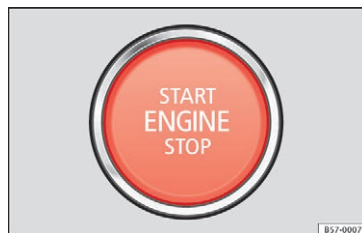

Fig. 164 I nederste del af midterkonsollen: startknap
3.	Tryk på startknappen » Fig. 164 uden at give gas. For at motoren kan starte, skal der være en gyldig nøgle i bilen. Efter start af motoren skifter lyset i knappen (START ENGINE STOP) til permanent tilstand og vises på den måde, at motoren er startet.
5.	Tryk på startknappen et kort øjeblik » Fig. 164. Startknappen START ENGINE STOP blinker igen. Hvis motoren ikke standser, skal du foretage en nødstandsning » Side 168.